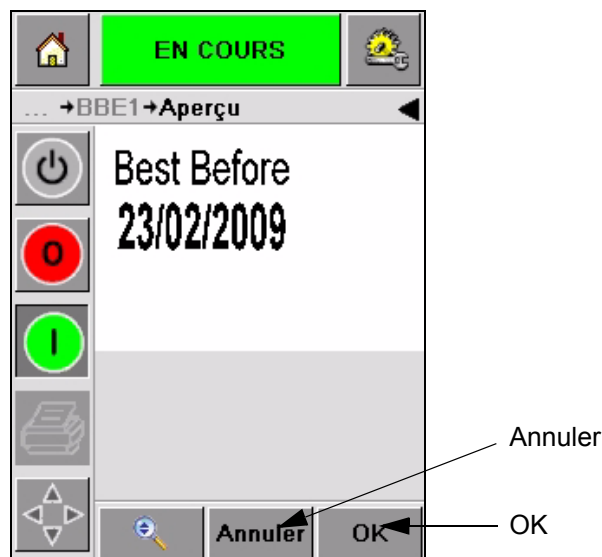

Figure 5-6 : Aperçu avant impression du Message
Si vous devez annuler le procédé de sélection de travail, touchez le bouton *Annuler* ou le bouton *Accueil* (consultez la Figure 5-6 à la page 5-5).
- 4 Après avoir sélectionné le message requis, CLARiTY® affiche un aperçu avant impression du message sélectionné (Figure 5-6).
- 5 Si les informations affichées sont correctes, touchez l'icône OK (Figure 5-6). L'imprimante commence à imprimer le message.